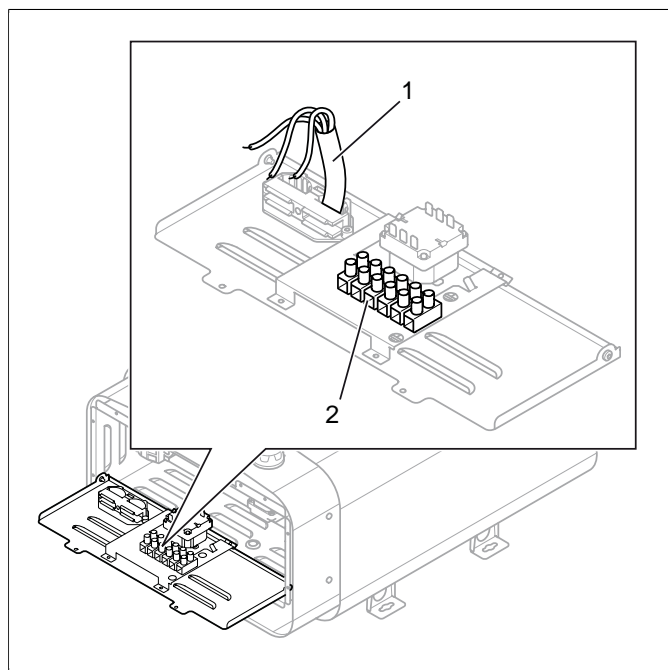

Abb. 6: Platine
Schließen Sie das Stromkabel (1) gemäß dem Schaltplan, siehe Abschnitt **Anschluss/Schaltplan**, Seite 6 an die Klemme (2) an, siehe **Abb. 6**, Seite 4.